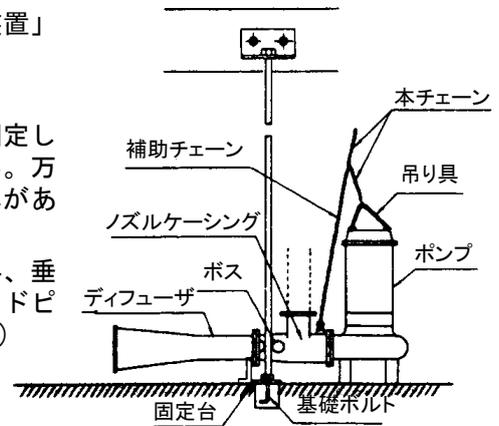

図 4
- (1) ご用意いただいた 2 本の基礎ボルトで固定台を水平に固定します。曝気装置が定置される底面は水平にしてください。万一、水平でない場合は装置が傾き曝気機能を害する恐れがあります。(図 4, 5)
- (2) ご用意いただいたガイドパイプ 2 本を固定台に差し込み、垂直糸等で垂直になるようにし、ガイドパイプ上部にガイドピンを入れ固定金具でしっかり固定してください。(図 4, 5)
- (3) 電動機上部の吊り具に本チェーンを取付け、次に補助チェーンをノズルケーシングのアイボルトに付属のシャックルをもちいて取付けます。そして本チェーンと補助チェーンを装置が水平になるように付属のシャックルで結びつけてください。
- (4) 水平に吊り下げた状態で装置のノズルケーシングボス部を二本のガイドパイプの間に入れてください。
- (5) 吊りチェーンを垂直に保ちながら、ゆっくり装置を下降させ槽底面に設置してください。
- (6) チェーン及びケーシングを邪魔にならぬ場所に支持します。
- (7) 消音器の設置位置は障害物の少ない、常に新鮮な空気を吸入できる所に設置してください。
- (8) 空気吸込管のバルブはなるべく全閉にしないでください。
- (9) 空気吸込管はなるべく曲管部をなくし、長さは最大 10m 以内にしてください。
- (10) 槽底からディフューザ中心までの高さは 1m 以内にしてください。
- (11) 設置方向はディフューザの口が槽の流入側に向くように設置することが望めます。
- (12) 曝気装置ノズル部に異物が詰まらないように槽の流入口には破砕機や細目スクリーンを設けてください。